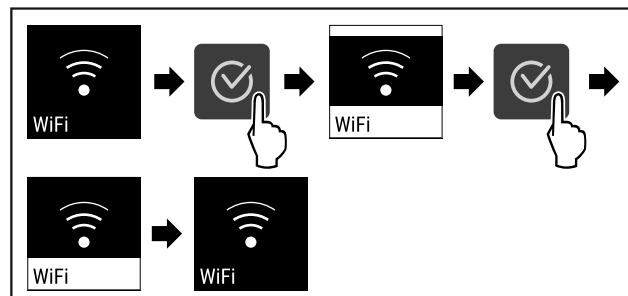

Fig. 87
- Vykonalajte kroky akcie (pozri Fig. 87).